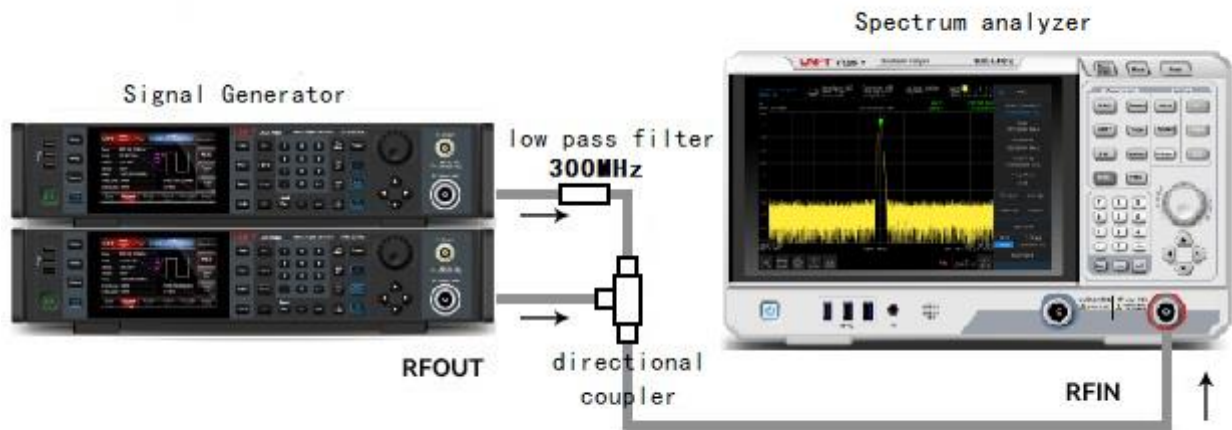

Abbildung 3-18 Geräteeinstellung des Intercept-Signals dritter Ordnung
1. Wie in Abbildung 3-18 gezeigt, schließen Sie ein Instrument an. Schließen Sie den Eingangsport des Spektrumanalysators über einen Tiefpassfilter und einen Richtkoppler. Der Ausgang des Richtkopplers ist eine Zweiton-Signalquelle mit geringer Intermodulationsverzerrung.